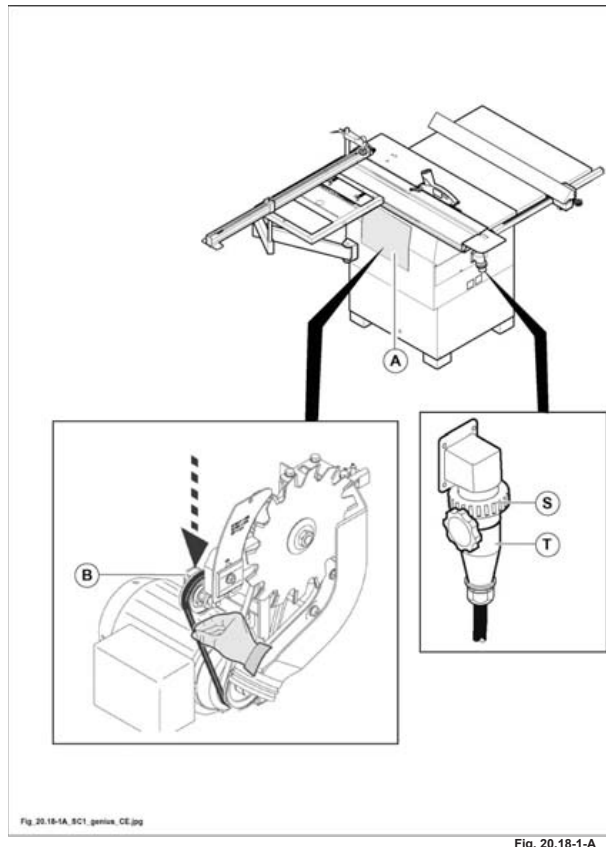

Fig. 20.18-1-A
- Spingere il tenditore (B fig. 20.18-1-A) verso il basso e sfilare le cinghie.
- Chiudere lo sportello (A fig. 20.18-1-A).
Il giusto tensionamento della cinghia è assicurato dal gruppo tendicinghia (B fig. 20.18-1-A) e non necessita di alcuna regolazione.